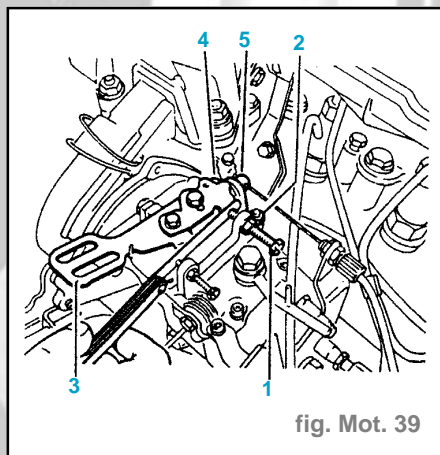

fig. Mot. 39
- moteur atmosphérique . (fig. Mot. 39)
- Agir sur la vis (1) pour obtenir le régime de $1\ 250$ tr/mn (775 tr/mn pour moteur XU D9/Y) :
- Amener le levier (5) en contact avec la vis (4) (fig. Mot. 39).
- Agir sur la vis (4) pour obtenir le régime de ralenti accéléré 950 ± 50 tr/mn.
- Amener le levier (4) en contact avec la vis (5) (fig. Mot. 39)
- Agir sur la vis (5) pour obtenir le régime de ralenti accéléré 950 ± 50 tr/mn.